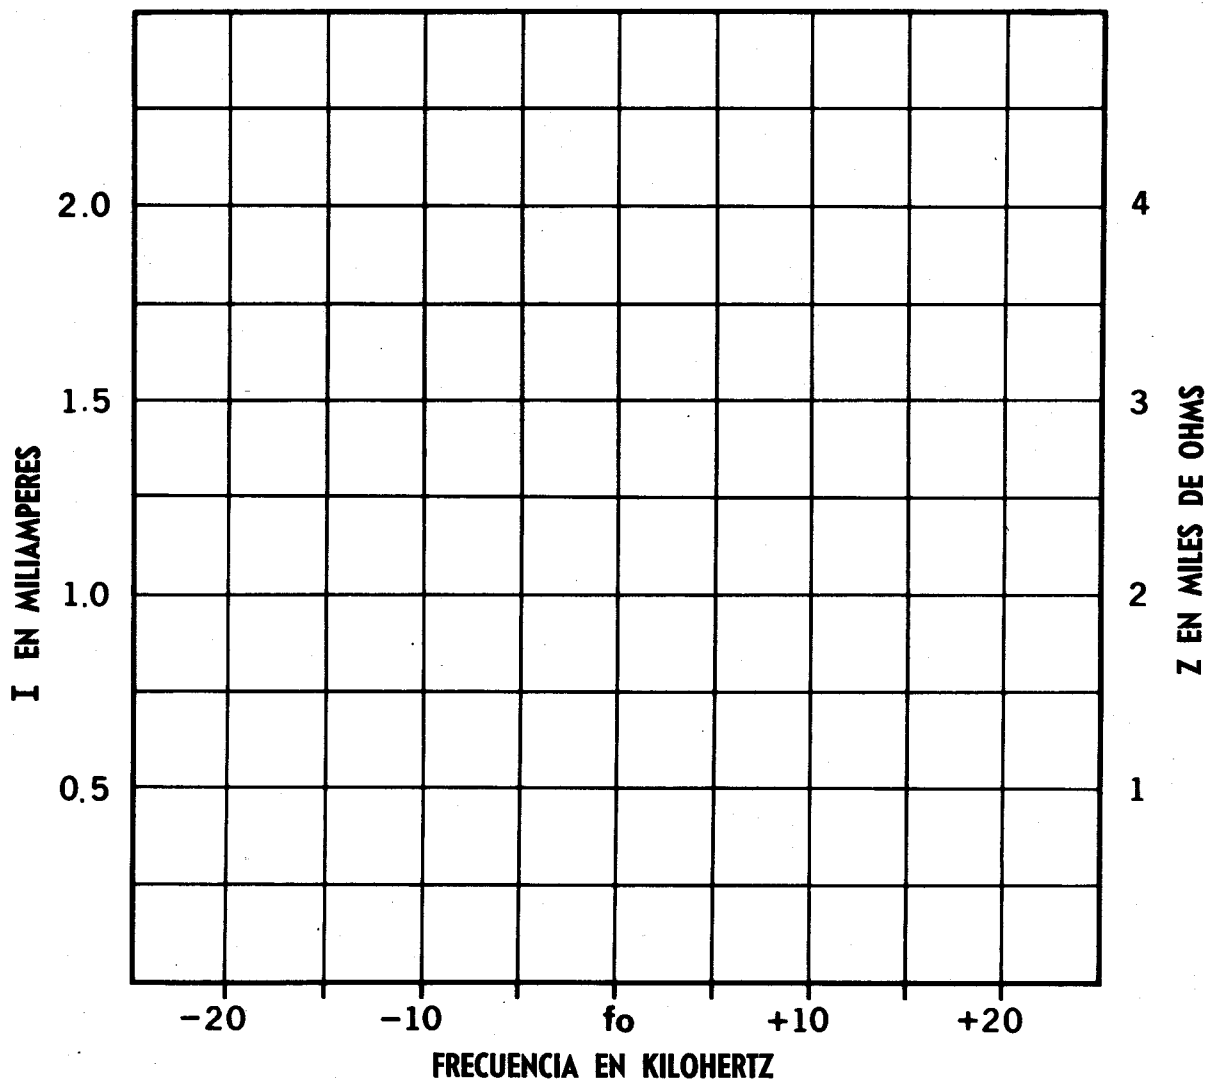

Fig. 38-5
14. Complete la gráfica para I_{circuito} y Z_{circuito} de la Fig. 38-5, con las mediciones tomadas en el experimento 10. Marque los puntos de media potencia en la curva de I_{circuito} .